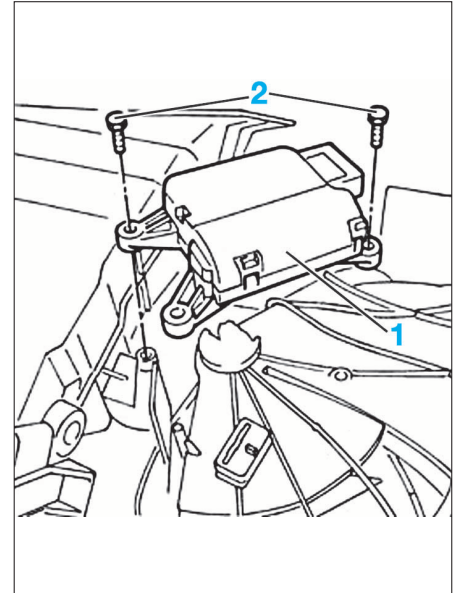

FIG. 14
- Débrancher le moteur de recyclage (1) (Fig.14), puis déposer les vis de fixation (2).